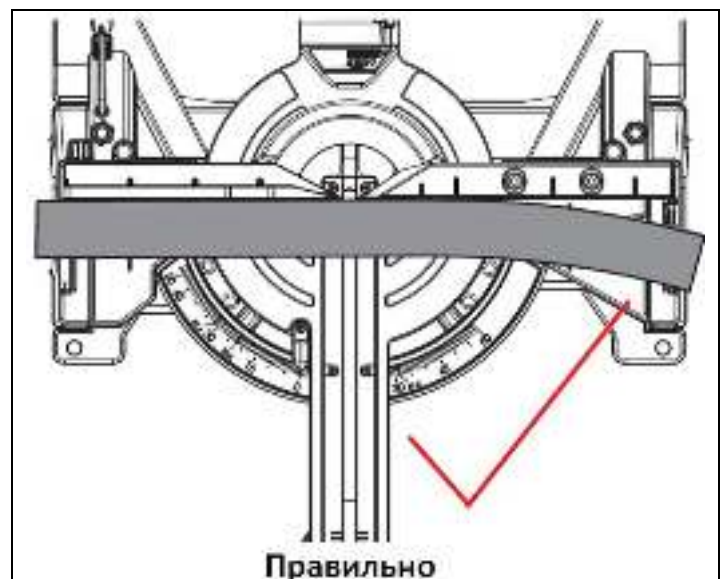

Рисунок 19a
5.6 Резание изогнутого материала (Рис. 19a-19b)
При резании изогнутого материала убедитесь, что разрезаемый материал расположен на столе выпуклой стороной к упору, как показано на Рис. 19a.
- Положите заготовку на стол так, чтобы одна кромка была плотно прижата к упору. Если заготовка изогнута, прижмите выпуклой стороной к упору. Если расположить заготовку выгнутой стороной к упору, она может переломиться в конце реза, зажав пильный диск. (См. Рис. 19a-19b)